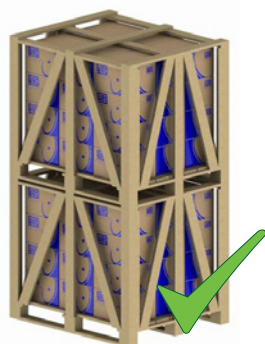
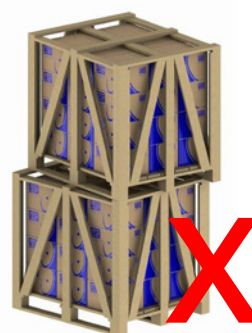

Figura 25 - Montaje adecuado.
Figura 26 - Montaje inadecuado.
- 2) Posicione correctamente un embalaje sobre el otro (ver Figura 25 y Figura 26).